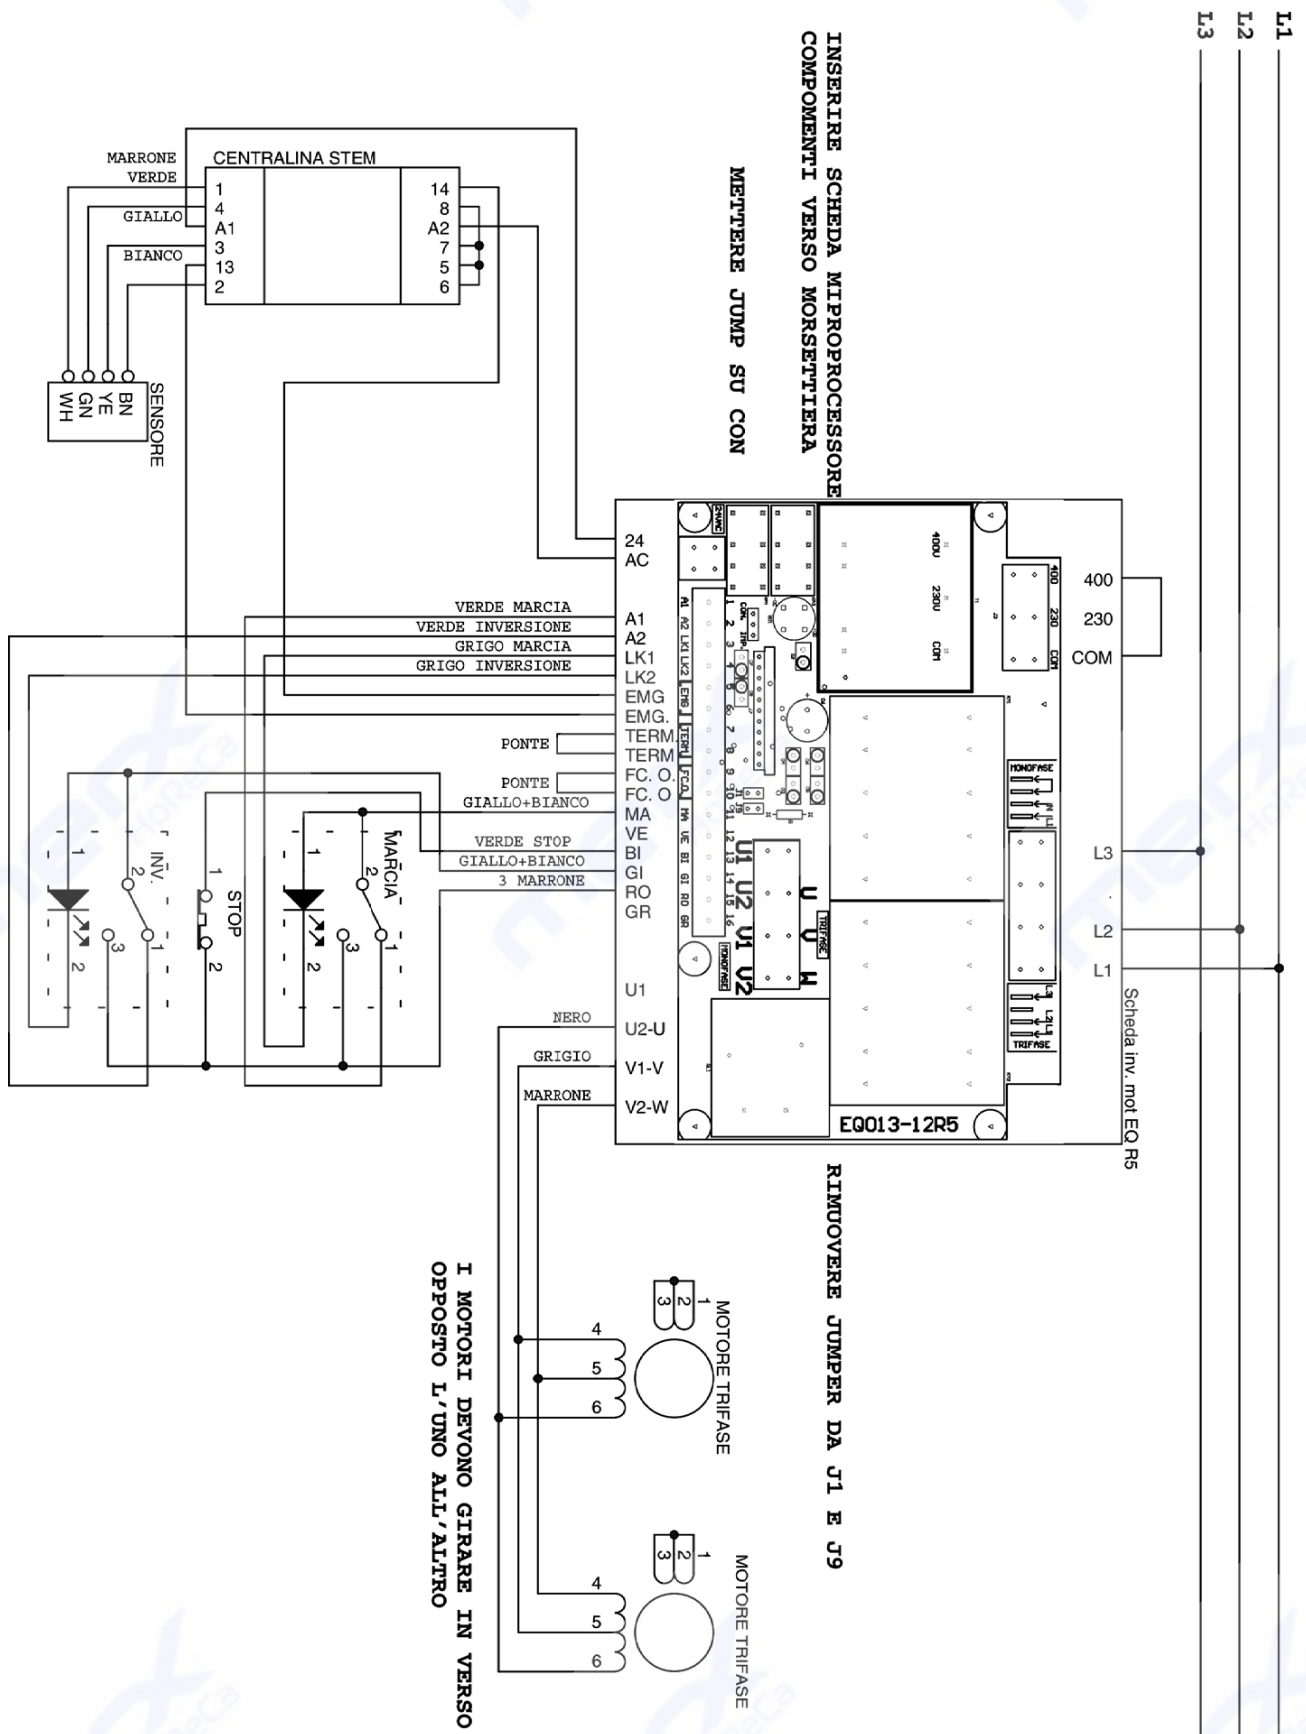

Рис. 2.4.1
2.4.1 - Схема підключення трифазного 400V (Рис. 2.4.1)